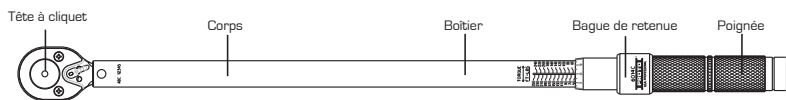

Figure 1 : Clé dynamométrique Proto^{MD}
2. Avec l'autre main, faire glisser, à l'aide du pouce et de l'index, la bague de retenue sur la poignée vers l'arrière pour désengager le mécanisme de verrouillage de la poignée (voir Figure 1, à la page 10).